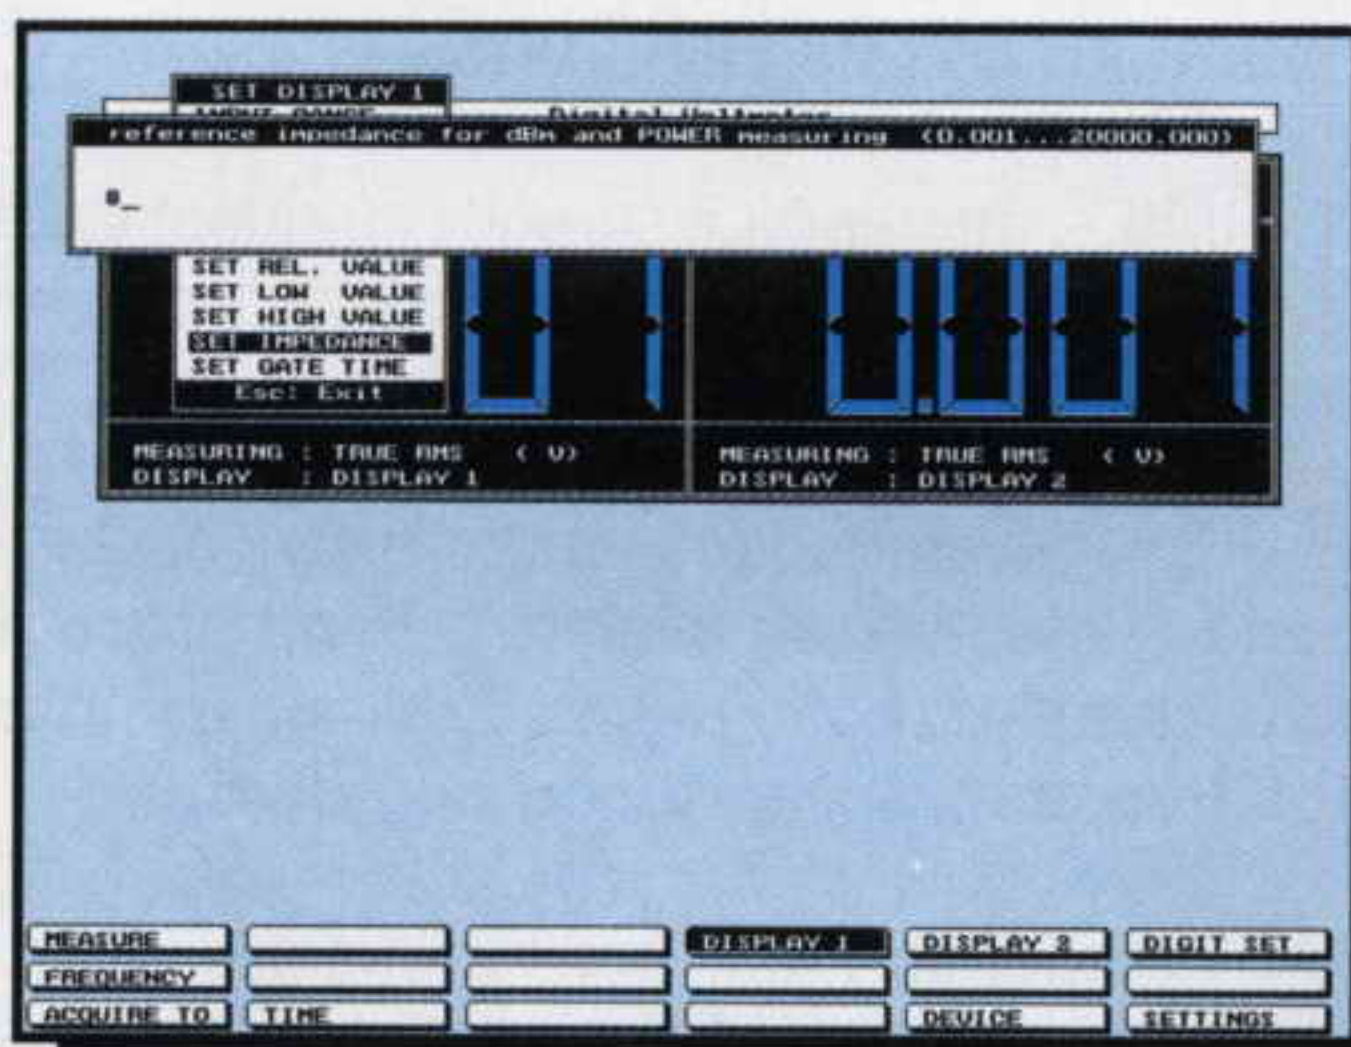

Fig.23 Andate quindi sulla riga Set Impedance poi pigiate Enter e nella finestra che appare scrivete il valore della impedenza di carico 4 - 8 - 32 ecc.
– Portiamo il cursore sulla riga **SET IMPEDANCE** e pigiamo Enter. Appare così una finestra dentro la quale dobbiamo scrivere il valore della **impedenza** di **carico** (vedi fig.23).